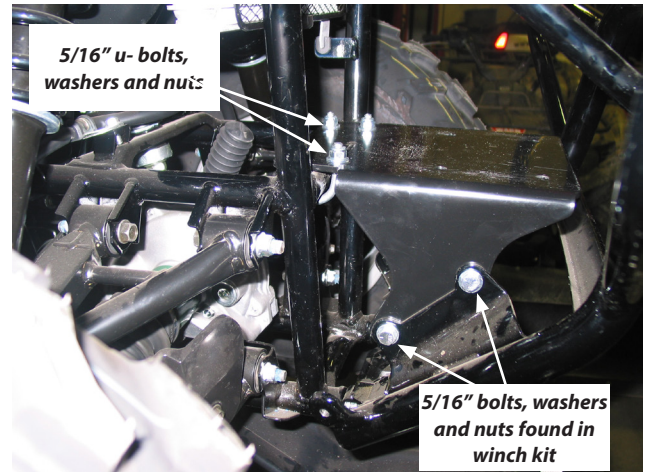

Figure 2
2. Fixez sans serrer la plaque de montage au support du cadre du véhicule, à l'aide de quatre boulons 5/16. Terminez avec des rondelles plates et des écrous de blocage 5/16. Ne serrez pas complètement. Voir les figures 2 et 3.